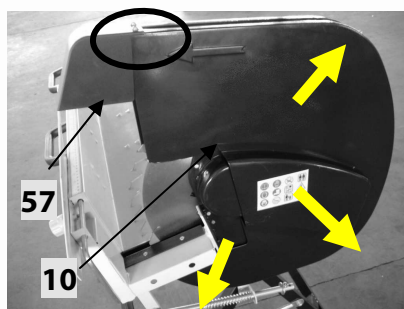

Fig 31
- Dévissez les 2 vis cruciformes M5x8 et ôtez le cache anti-projection de copeaux (57) (Voir Fig 31).
- Dévissez les 3 vis cruciforme M5x8 et ôtez le capot de protection extérieur (10) (Voir Fig 31).